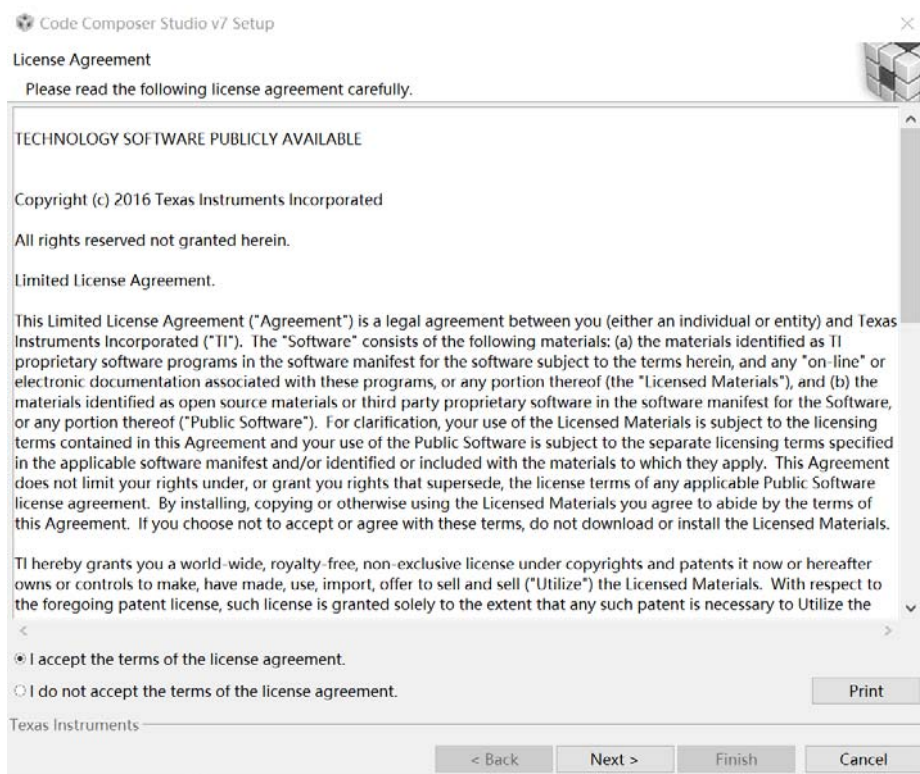

图 1-7 (a) CCS 安装流程图例 License Agreement
(2) 单击 Next 得到图 1-7(c) 选择产品处理器窗口，为了安装快捷，在此只选择支持 MSP430 UltraLow Power MCUs 的选项即可。单击 Next，继续安装。